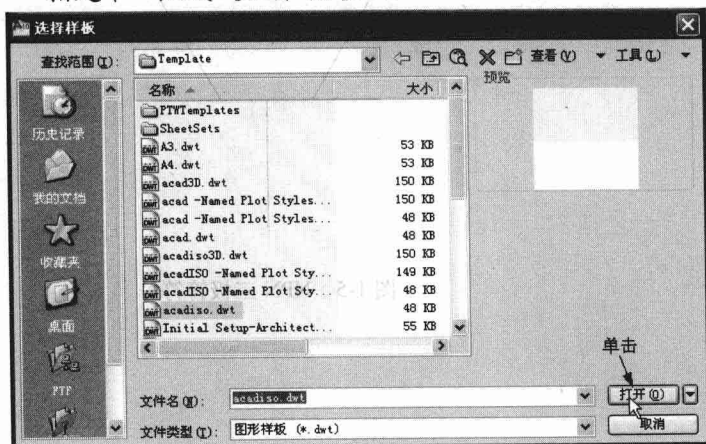

图 1-2 “选择样板”对话框
Step1 新建文件。单击菜单栏中的“文件”→“新建”命令，或单击快速访问工具栏中的“新建”按钮，或直接在命令行输入“NEW”并按<Enter>键，系统弹出如图 1-2 所示的“选择样板”对话框。单击“打开”按钮，系统自动进入绘图窗口。